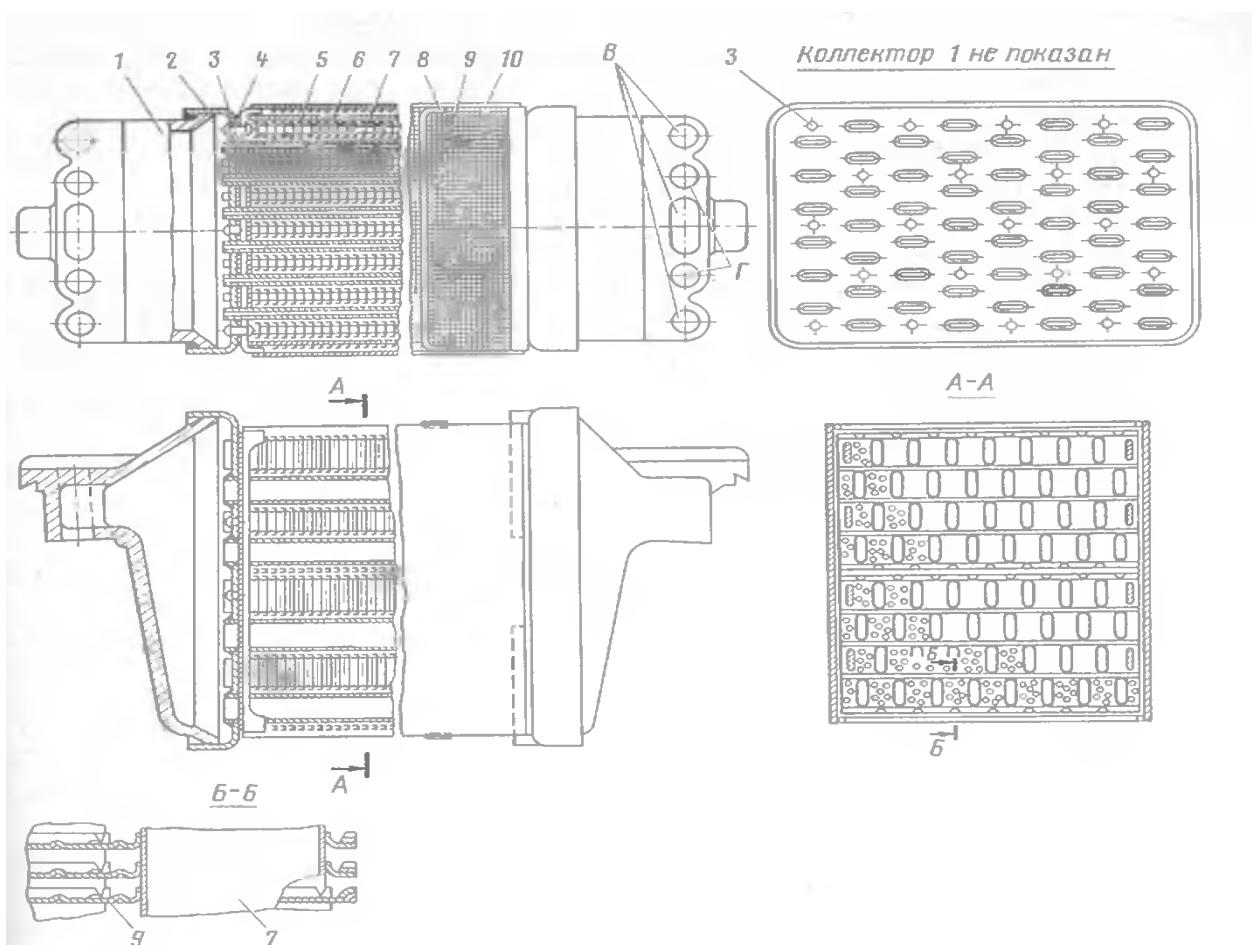

Рис. 14. Радиаторная секция:
**Радиаторная секция.** Радиаторная секция (рис. 14) представляет собой набор плоских медных трубок 7 с медными охлаждающими пластинами 9, установленных в шахматном порядке на определенном расстоянии друг от друга. Концы трубок припаяны к верхней и нижней трубным коробкам 2, усиленным приклепанными к ним досками 4. К бортам трубных коробок приварены коллекторы 1. Щитки 10, соединенные между собой прутками 8, полосы 6 и концевые плас-